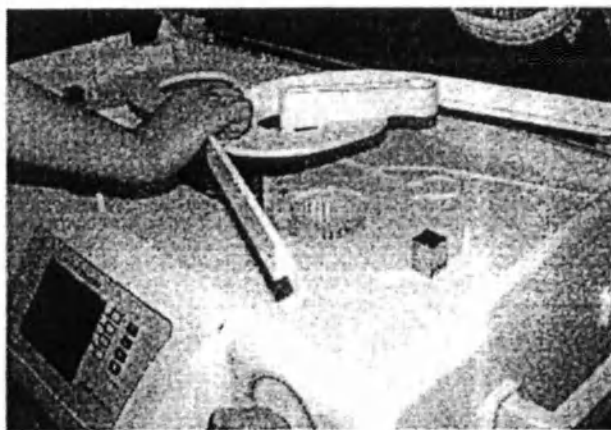

Рисунок 5-4, Удаление крышки нагревателя.
6. См. Рисунок 5-4, чтобы удалить крышку нагревателя.